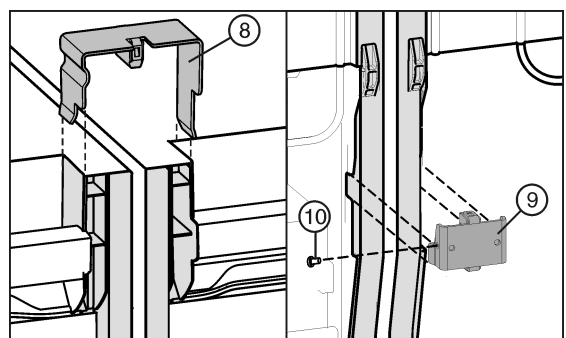

Fig. 7
- ▶ 将连接夹板 Fig. 7 (8) 插入到中间侧壁上。
- ▶ 连接角钢 Fig. 7 (9) 向下放入合适的槽中。
- ▶ 如果连接角钢有些松动，则安装螺栓 Fig. 7 (10)。